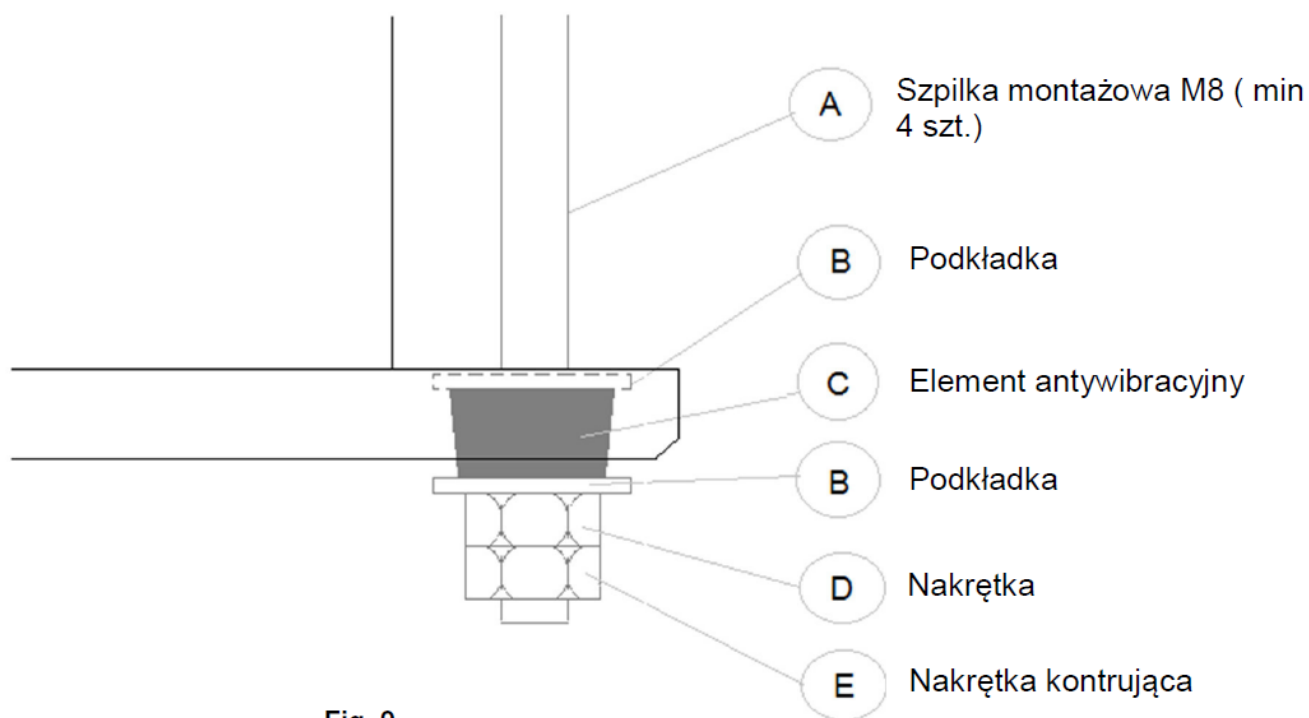

Fig. 9
- W przypadku wersji poziomej należy używać prętów gwintowanych M8 (lub podobnych) przechodzących przez każdy punkt podparcia wspornika; Zawsze używaj systemu antywibracyjnego między wspornikiem i prętami (**fig. 9**).